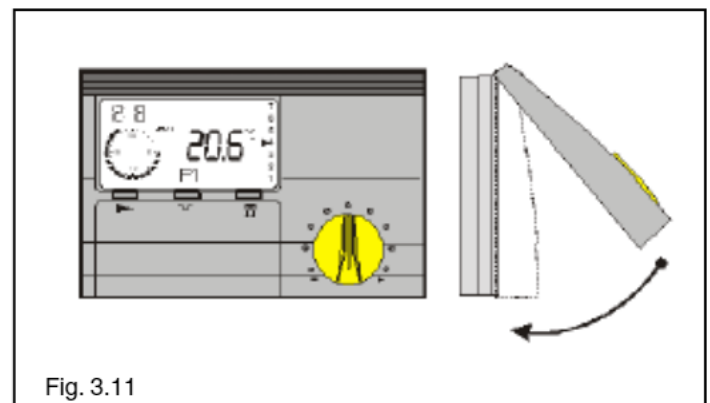

Fig. 3.11
- agganciare la parte superiore del pannello appoggiandola nel centro del bordo superiore del supporto, quindi spingere verso il basso con leggera pressione (fig. 3.11)